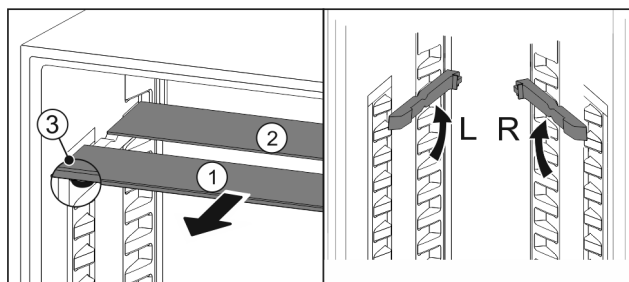

Fig. 57
- Издърпайте Fig. 57 (1) поотделно стъклените плочи напред.
- ▷ Стъклената плоча Fig. 57 (1) с декоративната лайстна е отпред.
- ▷ Ограничителите Fig. 57 (3) сочат надолу.